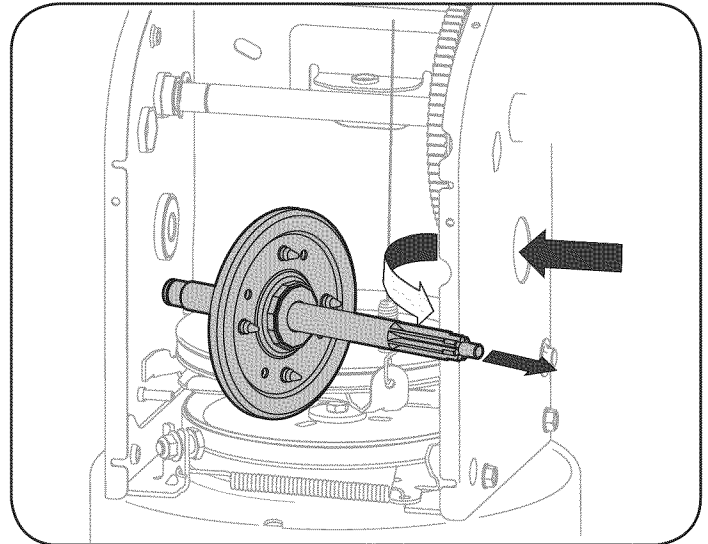

Figura 31
6. Con cuidado, ubique el eje hexagonal hacia abajo y hacia la izquierda. Vea la figura 31.